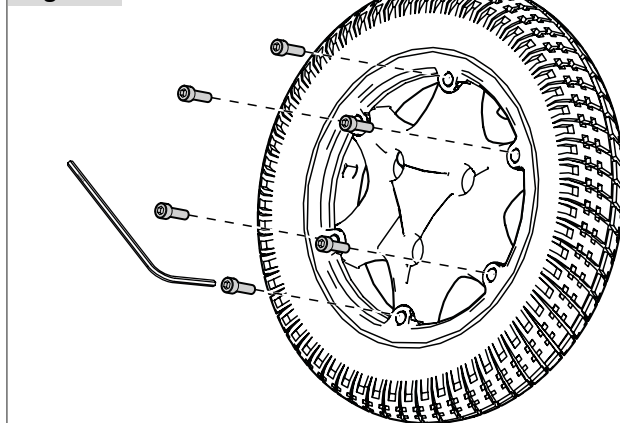

Fig. 8.6
- Inderfælgen løftes fri af dækket (Fig. 8.6).